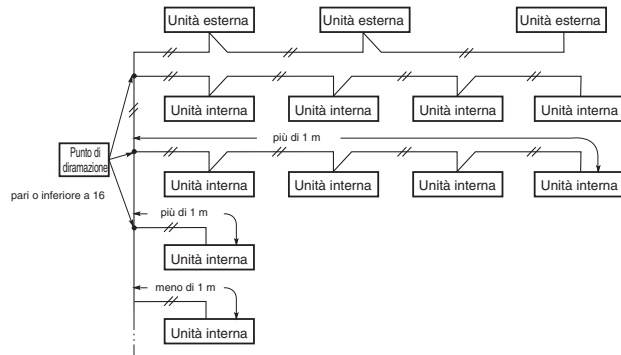

Fig. 4-3
(4) Se si creano diramazioni dei cablaggi fra unità, il numero di diramazioni deve sempre essere pari o inferiore a 16. (Le diramazioni da meno di 1 m non vengono contate.) (Fig. 4-3)